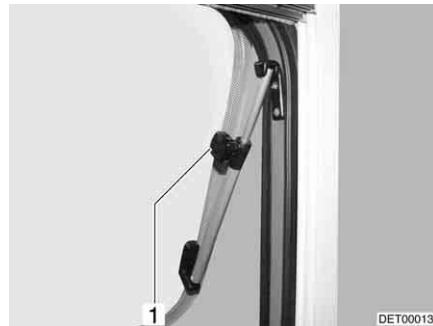

Fig. 53 Fenêtre projetante avec bras pivotant
- Ouvrir la fenêtre projetante jusqu'à la position voulue et la bloquer avec la molette (Fig. 53,1).
- Tourner la molette (Fig. 53,1) jusqu'à ce que le dispositif de blocage soit libéré.